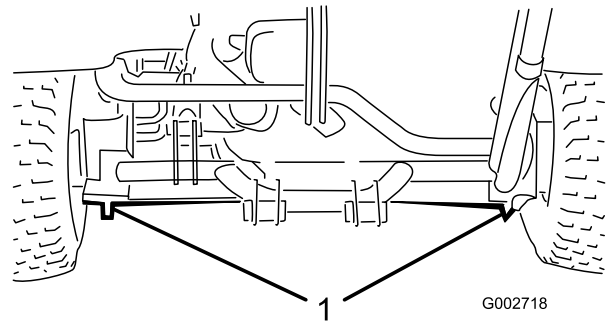

Bild 18
- Linke und rechte Seite: Unter dem hinteren Radmotor oder dem Rahmen (Bild 18).